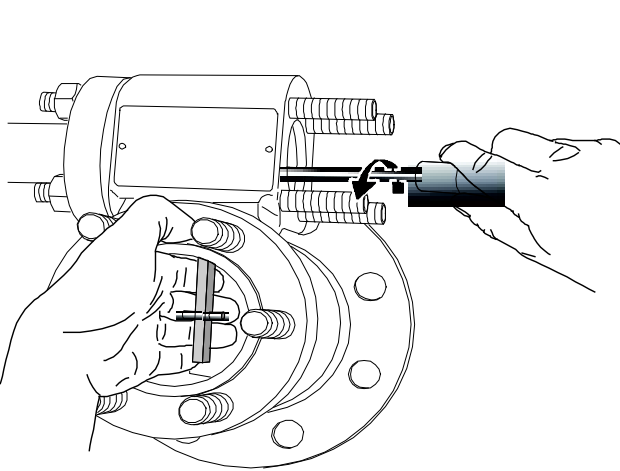

Figure 22
9.3. DEPOSE DU TUBE DE TORSION AVEC BOITIER ASSEMBLE (VOIR FIGURES 22 et 23)
Pour retirer le plongeur, il est impératif de démonter le bras de torsion. Lors de la dépose des deux vis de fixation (133) du bras de torsion, maintenir ce dernier pour ne pas endommager le tube de torsion (figure 22).
- c. Enlever la bride supérieure (146) et la bride pleine (144).
- d. Abaisser le bras de torsion (135) et décrocher le plongeur (130). Un simple crochet en fil de fer de 3 mm facilitera le décrochage et la suspension du plongeur. Le crochet peut être introduit dans le trou de la chape.
- e. Sortir les vis (133) et le bras de torsion (135) de la chambre.
- f. Retirer le plongeur de sa chambre (131) ou du réservoir.
- g. S'assurer que les dispositions relatives aux appareils installés en atmosphère explosible sont respectées. Dévisser la vis de sécurité (106) du compartiment de raccordement et dévisser le couvercle (104). Débrancher les conducteurs d'alimentation électriques du circuit de raccordement à clamps (90).
- h. Oter les écrous de fixation (142) de l'ensemble de tube de torsion et sortir celui-ci de la chambre de mécanisme.